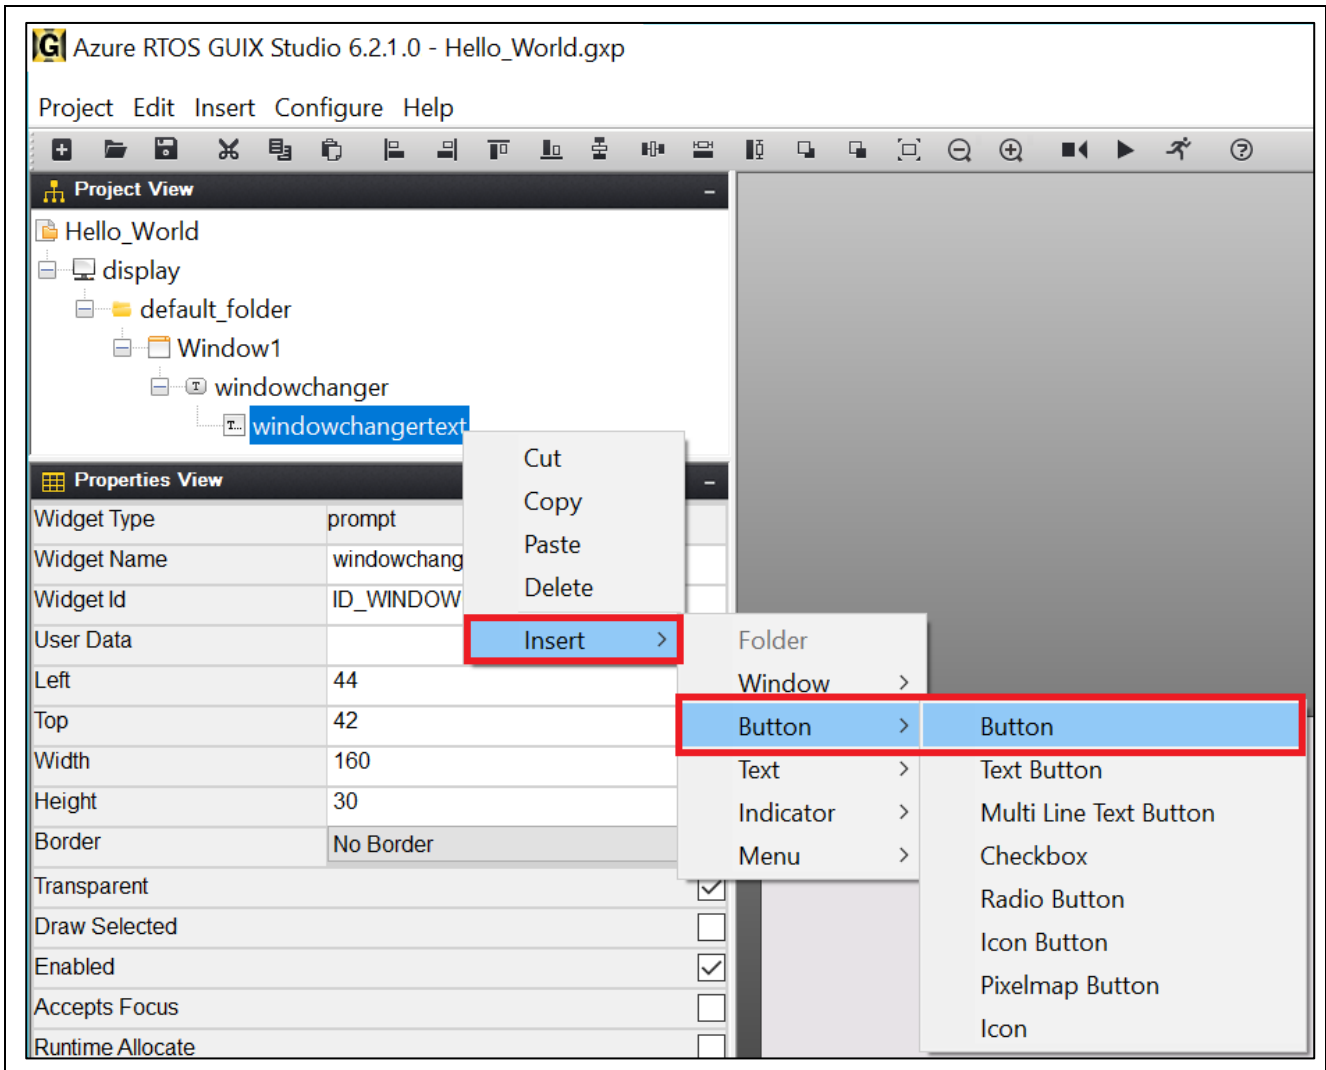

図 52. Button の挿入
15. 図 52 のように、windowchangertext を右クリックして新規 Button を挿入します。